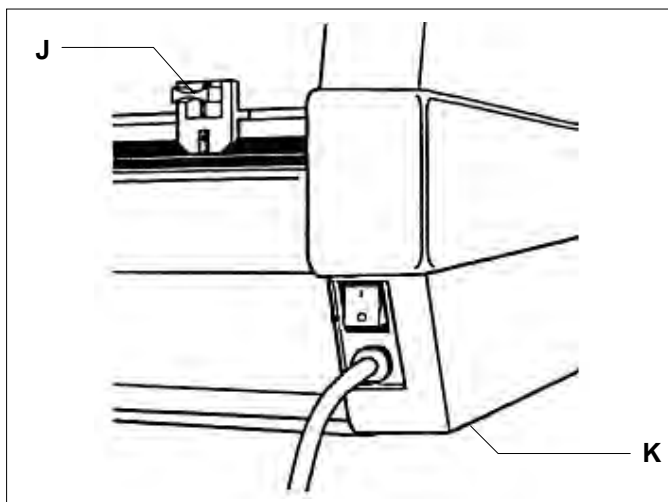

Fig. 7
**J. REAR SLITTER:** (Fig. 7) Used to cut the film web where it exits the rear of the laminator.
**K. CIRCUIT BREAKER:** (Fig. 7) Electrical safety device, located under the left side cover, can be reset by the operator if tripped.
**J. ROTAIA DI TAGLIO:** (fig. 7) Utilizzata per tagliare il film alla sua uscita sul retro della plastificatrice.
**K. INTERRUOTORE AUTOMATICO:** (fig. 7) Se è disinnestato, questo dispositivo elettrico di protezione, posto sul retro della plastificatrice accanto al cavo di alimentazione, può essere ripristinato dall'operatore.
**J. ABTRENNVORRICHTUNG:** (Abb. 7) Zum Abtrennen der Folienbahn, wenn diese auf der Rückseite des Laminiergeräts austritt.
**K. LEISTUNGSSCHALTER:** (Abb. 7) Elektrische Sicherheitsvorrichtung unter dem Deckel auf der linken Seite. Der Schalter kann vom Benutzer wieder zurückgestellt werden, wenn er ausgelöst werden sollte.
**J. ACHTERSTE AFSNIJRAND:** (afb. 7) Deze wordt gebruikt om de filmbaan af te snijden zodra deze uit de achterkant van de laminator komt.
**K. STROOMONDERBREKER:** (afb. 7) Dit is een elektrische beveiliging onder de linker zijafdekking die na een onderbreking opnieuw kan worden ingesteld door de operator.
**J. DÉCOUPEUSE ARRIÈRE :** (Fig. 7) Utilisé pour couper le lé de film lorsqu'il sort à l'arrière de la plastifieuse.
**K. DISJONCTEUR :** (Fig. 7) Le dispositif de sécurité électrique, situé sous le couvercle arrière gauche, peut être réinitialisé par l'opérateur s'il est déclenché.
**J. TAJADERA POSTERIOR:** (Fig. 7) Sirve para cortar el rollo de película en el punto donde sale por la parte posterior del laminador.
**K. INTERRUPTOR AUTOMÁTICO:** (Fig. 7) Este es un dispositivo eléctrico de seguridad, ubicado en la tapa del lado izquierdo, y puede ser reajustado por el operador si se vuelca.